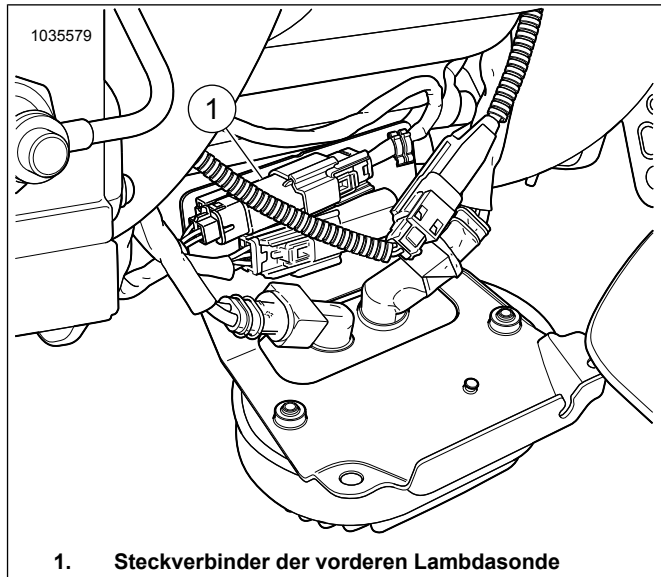

Abbildung 32. Position der vorderen Lambdasonde
Siehe Abbildung 32. Den Spannungsregler an der vorderen Abdeckung öffnen und den Steckverbinder (1) der Lambdasonde abziehen. Das Steckverbindergehäuse aus der Elektrietafel entfernen.